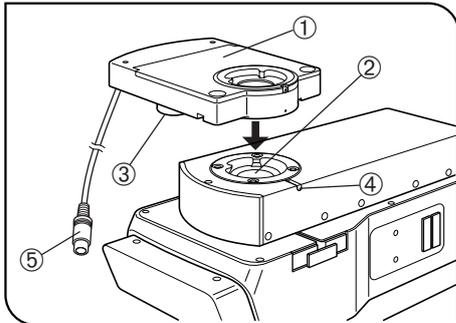

Fig. 3
Montaggio dell'analizzatore motorizzato MX-ANM (Fig. 3)
1. Montare l'analizzatore motorizzato MX-ANM ① sull'attacco del tubo dell'unità di autofocus U-AFA2M ② o sull'attacco del tubo di osservazione del microscopio in modo che il blocco motore ③ resti a sinistra del microscopio guardandolo dal davanti (come mostrato in Fig. 3), quindi serrare la vite di fermo ④ per un fissaggio temporaneo (la regolazione a Nicol incrociati sarà necessaria successivamente).
2. Collegare il connettore ⑤ del cavo di collegamento dell'analizzatore motorizzato MX-ANM al connettore contrassegnato da "FW2" dell'unità di controllo BX-UCB.